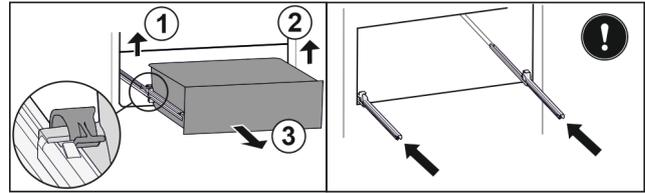

Fig. 54
- ▶ Приподнимите левый зажим и одновременно вытяните движением вперед выдвижной ящик слева. Fig. 54 (1)
- ▶ Приподнимите правый зажим и одновременно вытяните движением вперед выдвижной ящик справа. Fig. 54 (2)
- ▶ Извлеките выдвижной ящик движением вперед. Fig. 54 (3)